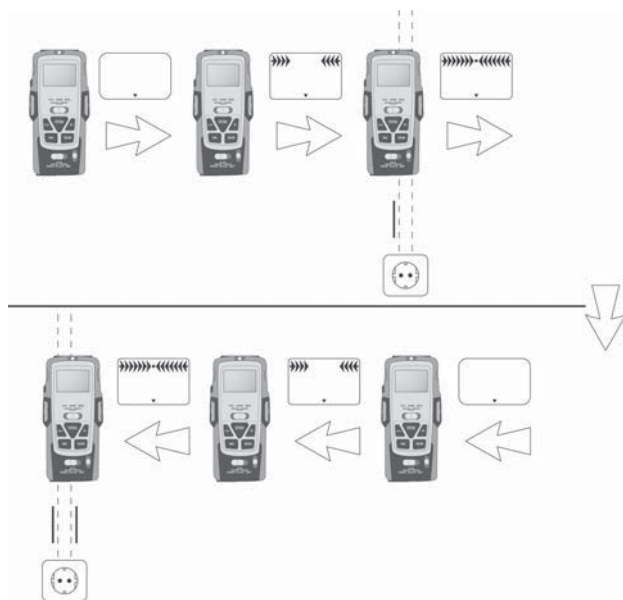

Fig. 4
5. Déplacez lentement le détecteur multifonction le long du mur. Si les flèches de l'écran se déplacent vers ce point, vous vous approchez de l'objet recherché. Si les flèches sont complètes et si une tonalité continue retentit, marquez cette position (voir Fig. 4).
6. Procédez ensuite de la même façon, mais cette fois-ci, approchez-vous de l'objet par l'autre côté. Dès que la tonalité retentit, marquez cette position (voir Fig. 4).